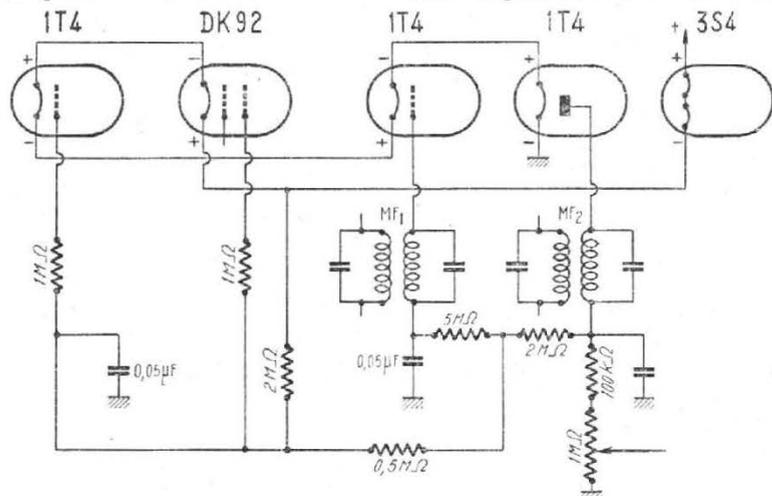

Fig. 8
La figure 8 représente le schéma de la ligne d'antifading d'un récepteur comprenant cinq lampes dont une amplificatrice haute fréquence. L'ordre de chauffage des filaments est indiqué: la détectrice préamplificatrice est la dernière lampe de la chaîne. L'antifading agit sur trois lampes: 1T4 (HF), DK92 (CF) et 1T4 (MF). Les tensions nécessaires à une polarisation de repos correcte sont obtenues grâce au pont de résistances (2 MΩ - 0,5 MΩ - 2 MΩ - 100 kΩ - Pot. de 1 MΩ) disposé entre la ligne filament, à la sortie de la 3S4 et la masse. La différence de potentiel entre ces points est de 5,6 V environ et le pont de résistances a pour effet de porter les grilles des tubes 1T4, DK92 à des tensions positives telles que la différence de potentiel filament grille de chaque tube corresponde à une polarisation correcte.